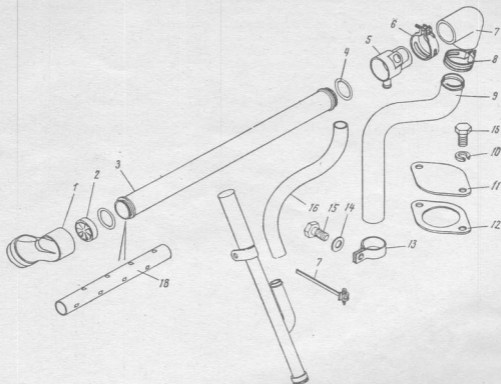

Рис. 14. Система вентиляции картера двигателя:
46. Надеть переходной патрубков 7 (Рис. 14) на трубу 9 отвода газов, установить хомут 8, гайку и завернуть винт крепления хомута 8 переходного патрубка. (Отвертка 6,5 мм).